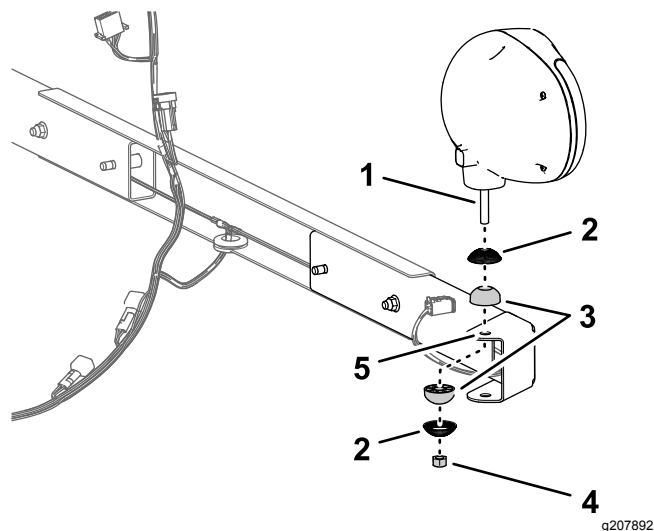

Bild 14
2. Montieren Sie eine gezahnte Hülse und ein kugeliges Gelenk am Bolzen eines Arbeitsscheinwerfers (Bild 14).
3. Montieren Sie den Arbeitsscheinwerfer mit einer gezahnten Hülse, einem kugeligem Gelenk und einer Sicherungsmutter (10 mm) im Loch im Flansch der Befestigung und ziehen Sie den Scheinwerfer mit der Hand an (Bild 14).
1. Montieren Sie die Befestigung für den Arbeitsscheinwerfer und den Stützkanal mit zwei Sicherungsbundmutter am Rahmen der Bodenplatte, wie in Bild 14 abgebildet.